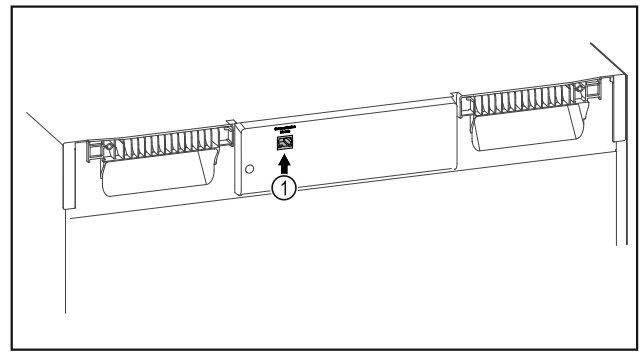

Fig. 79
- SmartModule Fig. 79 (1) er installert.